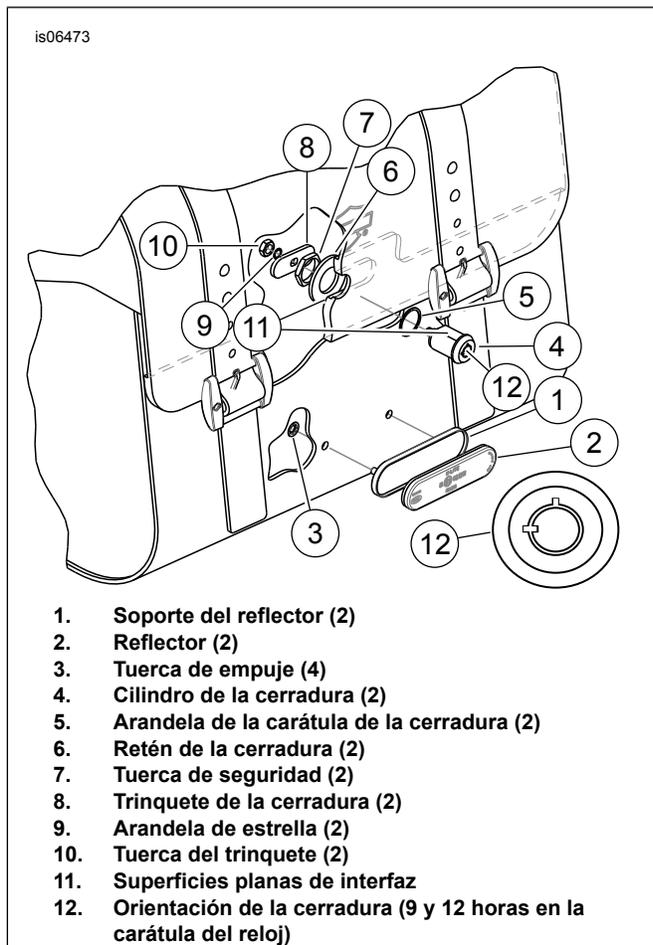

Figura 7. Instalación de los conjuntos de los reflectores y las cerraduras
1. Vea Figura 7. Coloque el soporte del reflector (1) en el centro de la alforja.
3. Limpie la superficie del soporte del reflector (1) donde se instalará el reflector con agua jabonosa o una mezcla de 50 a 70% de alcohol isopropílico y 50 a 30% de agua destilada. Permita que seque completamente.
4. Quite el revestimiento del respaldo adhesivo del reflector (2). Cuidadosamente coloque el reflector en el soporte del reflector y presione firmemente en su lugar. Sostenga el reflector en su posición con presión constante por lo menos un minuto.
6. Instale el soporte del reflector (1) en la alforja usando dos tuercas de empuje (3). Las tuercas de empuje se instalan desde el interior de la alforja.
3. Vea Figura 7. Coloque la arandela de la carátula de la cerradura (5) sobre el cilindro de la cerradura (4).
4. Oriente el cilindro de la cerradura para que las muescas de la llave de la carátula de la cerradura (12) estén en las posiciones de las 12 y 9 horas del reloj. Inserte el cilindro de la cerradura a través del agujero de la tapa de la alforja y acople las superficies planas (11) de la cerradura y del respaldo plástico del soporte de la tapa.
5. Instale el retén de la cerradura (6) desde el interior de la tapa de la alforja sobre el cilindro de la cerradura.
7. Instale la tuerca de seguridad (7) desde el interior de la tapa de la alforja en el cilindro de la cerradura. Apriete firmemente.
8. Quite la tuerca de trinquete (10) y la arandela de estrella (9) del cilindro instalado de la cerradura (4) asegurándose de NO extraer la arandela de leva de la parte trasera del cilindro de la cerradura. Si la leva se cae del cilindro de la cerradura, es necesario volverla a instalar correctamente para que la rotación de la llave permita que la llave se extraiga en las posiciones cerrada y abierta. Es posible instalar la leva incorrectamente, por lo que es necesario probar la orientación antes de instalar el trinquete. Si no es posible extraer la llave en cualquiera de las posiciones de la cerradura, voltee la leva e instéla.
9. Instale el trinquete de la cerradura (8), la arandela de estrella (9) y la tuerca del trinquete (10) en el poste con rosca del cilindro de la cerradura. Apriete firmemente la tuerca del trinquete.